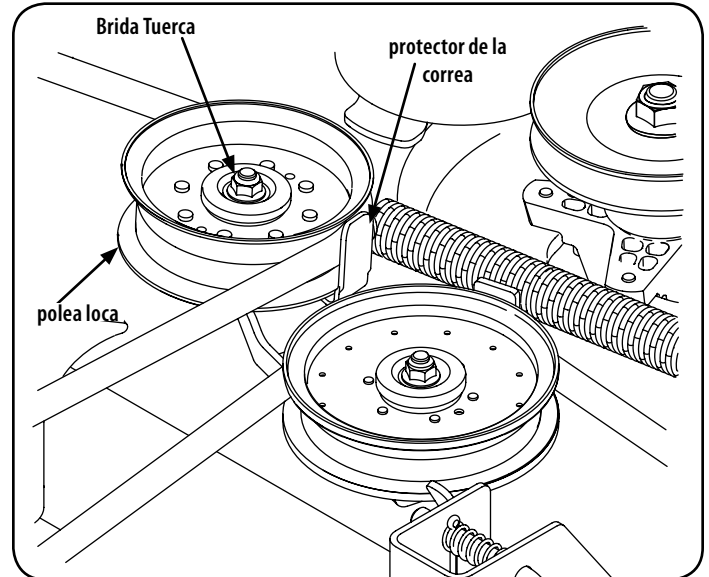

Figura 37
- a. Afloje, pero no quite, la polea loca móvil y protección de la correa por solo aflojar la tuerca de seguridad con brida de fijación de la polea loca para el brazo tensor. Ver Figura 37.
- d. Coloque la correa alrededor de las poleas locas que retiró en el paso 3. Una vez en su lugar, vuelva a apretar la tuerca de seguridad con brida de la polea tensora para asegurar el conjunto. Ver Figura 37.